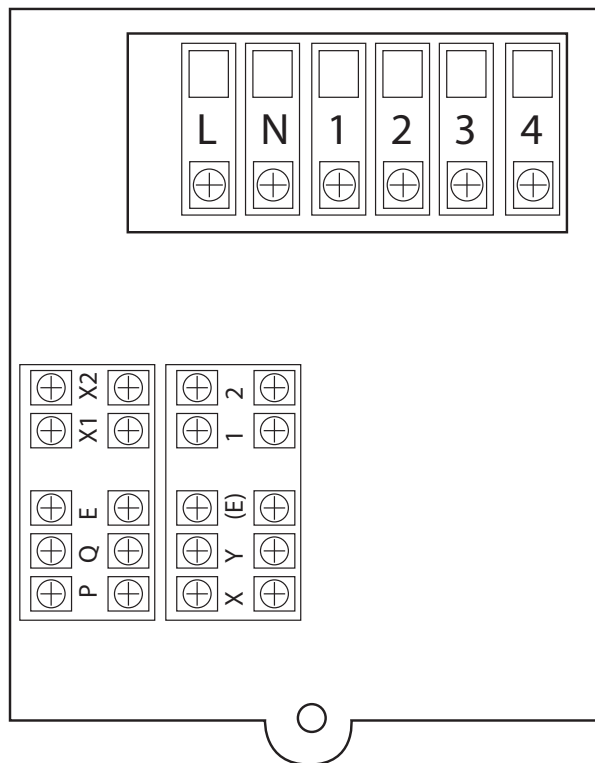

fig. 15
- Eseguire i collegamenti di alimentazione utilizzando i morsetti dedicati come indicato nella fig. "fig. 15")